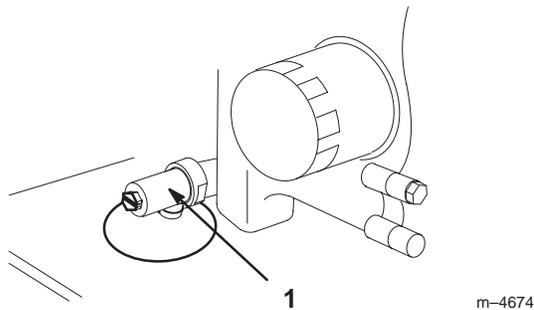

Bild 39
3. Stellen Sie eine Auffangwanne unter das Ölablassventil. Öffnen Sie das Ventil entweder mit einem Flachsraubenschlüssel, einem 3/8"-Schlüssel oder einem 10-mm-Schlüssel (Bild 39).
4. Drehen Sie das Ventilende im Uhrzeigersinn, um das Ventil zu schließen. Drehen Sie das Ventilende entgegen dem Uhrzeigersinn, um das Ventil zu öffnen (Bild 39).
5. Schließen Sie das Ablassventil, sobald alles Öl abgelaufen ist (Bild 39).